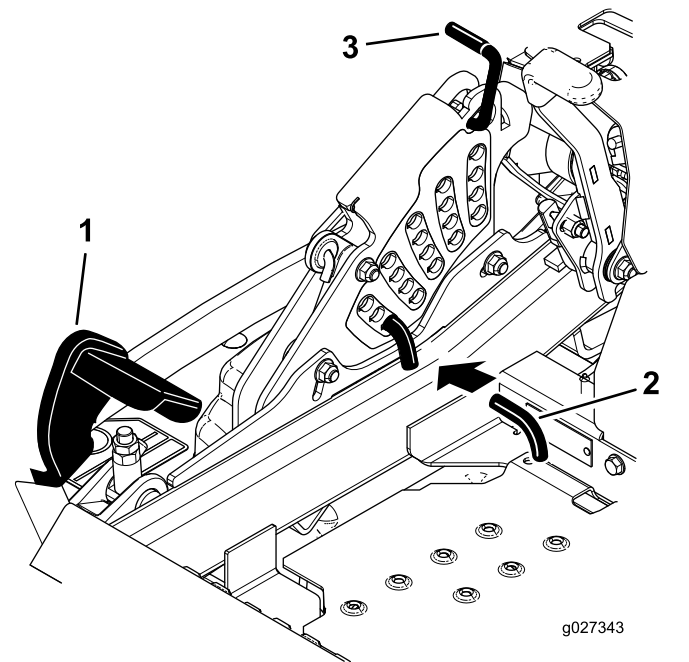

Bild 26
2. Treten Sie mit dem Fuß auf das Mähwerkhubpedal und heben Sie das Mähwerk in die Transportstellung an (d. h. die Schnitthöhe von 140 mm), wie in Bild 26 abgebildet.
3. Drehen Sie zum Einstellen den Stift um 90 Grad und nehmen ihn aus der Schnitthöhen-Halterung heraus (Bild 26).
4. Wählen Sie ein Loch in der Schnitthöhenhalterung, das der gewünschten Schnitthöhe entspricht, und stecken Sie den Stift ein (Bild 26).